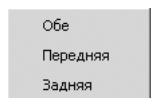

Рис. 1.119. Всплывающее меню пункта **Видимая сторона ASC** контекстного меню **Анимационного окна**
- щелкните в контекстном меню по пункту **Видимая сторона ASC**. Появится всплывающее меню, изображенное на рис. 1.119.